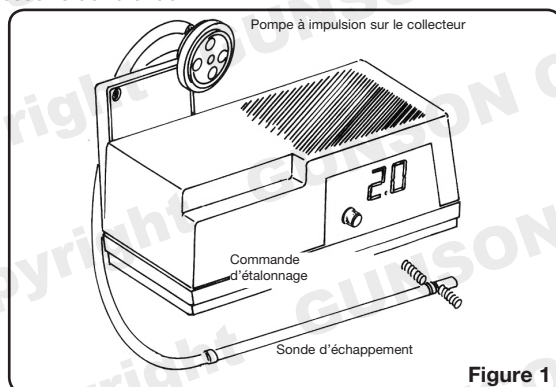

Figure 1
- Brancher le tuyau court au port inférieur de la pompe à impulsion/piège à eau comme il est illustré sur les schémas des Figures 1 et 2. Il s'agit de la purge d'eau automatique.